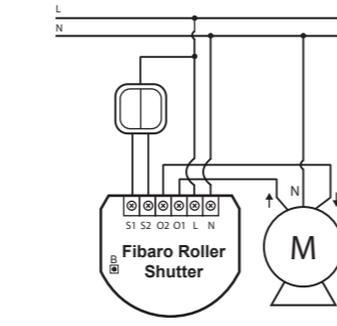
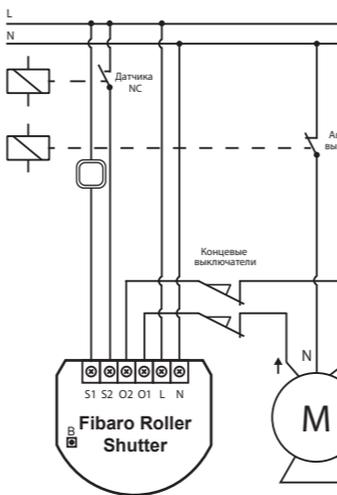

Рис. 1 Электрическая схема подключения Fibaro Roller Shutter
Рис. 2 Подключение Fibaro Roller Shutter к мотору ворот
- 2) Подключите Fibaro Roller Shutter в соответствии с электрической схемой, представленной на рис. 1 (шторы, жалюзи) или рис. 2 (ворота)
- 4) Разместите антенну согласно рекомендациям находящимся под рис. 2
- 1) Убедитесь, что Fibaro Roller Shutter подключен к питанию, согласно схеме на рис. 1